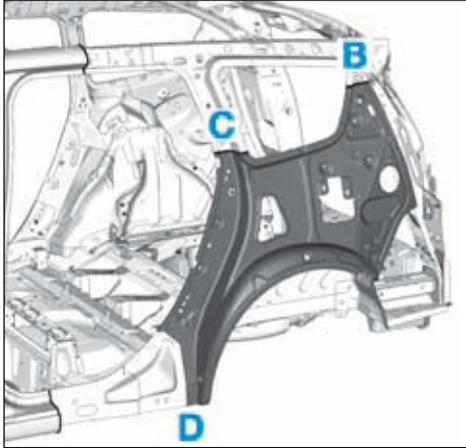

FIG.84
- Respecter les lignes de coupe (B) (C) et (D) (Fig.84).